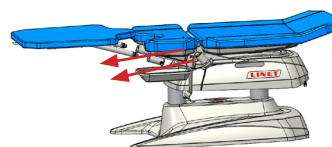

Fig. 6 Remoção da superfície do paciente
- 3) Em seguida, segure a extensão da superfície do paciente nos lados longos do estofamento com as duas mãos e puxe a extensão da superfície do paciente para longe da cadeira até que as barras de orientação sejam totalmente removidas dos dois orifícios do suporte (Fig. 6)